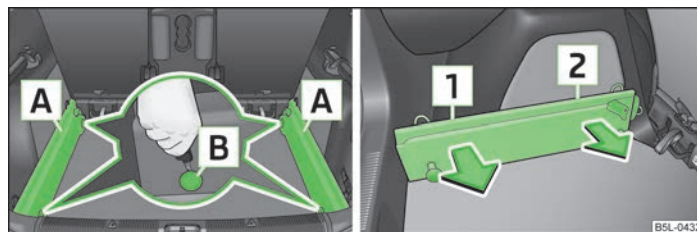

Fig. 62 Eliberarea punctelor de asigurare/Scoaterea șinelor
- › Slăbiți punctele de asigurare **B** » fig. 62 ale șinelor portante, cu cheia, respectiv cu o șurubelniță plată.